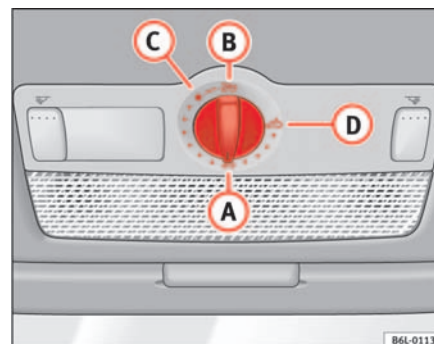

Fig. 53 Détail du revêtement du ciel de pavillon : commande rotative du toit ouvrant coulissant/relevable
- Tournez la commande rotative en position **A** ⇒ fig. 53 ⇒ ⚠.